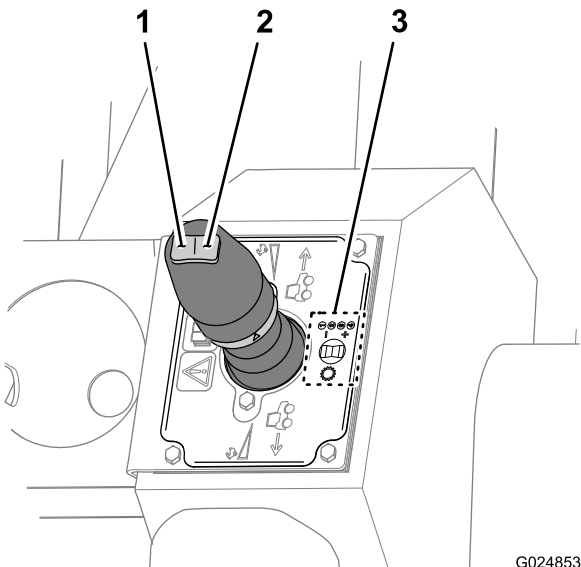

Figura 43
- Para selecionar uma marcha mais alta, pressione o botão de marcha para cima (direito) na chave (Figura 43).
- Para selecionar uma marcha mais baixa, pressione o botão de marcha para baixo (esquerdo) na chave (Figura 43).